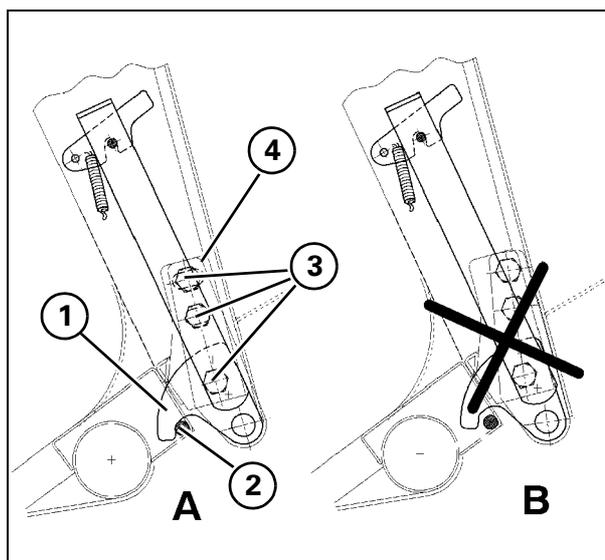
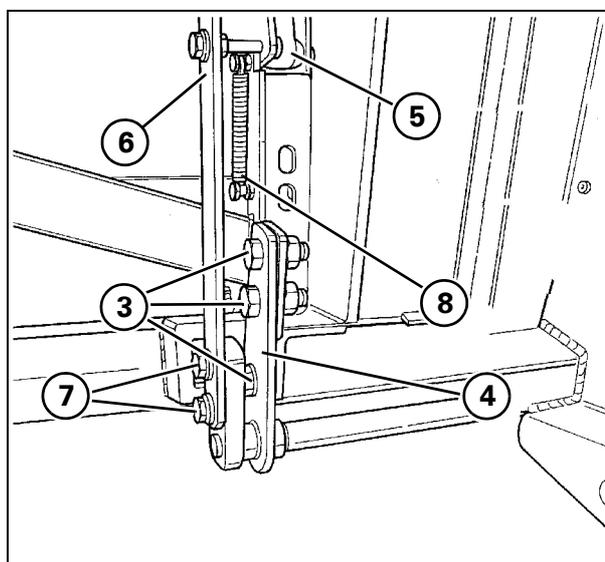

Рис. 9
Рис. 10
Рис. 9 и Рис. 10
Если крюк (1) не установлен в нужное положение на стержне (2), как показано на Рис. 9 А, выполнить следующее:
- Отпустить три винта (3); два верхних винта имеют шлицевое отверстие, а нижний винт с круглым отверстием является опорой (4) для поворотной оси.
- Повернуть опору (4) в нужном направлении, чтобы крюк (1) полностью охватывал стержень (2), как показано на Рис. 9 А.